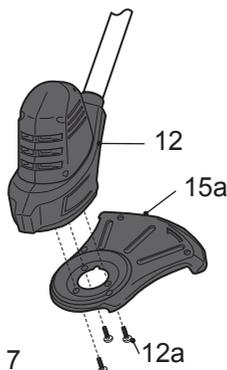

Fig. 7
- > Montez le capot de protection (15a) sur la tête d'engrenage (12) et fixez-le avec les vis (12a) (fig. 7).